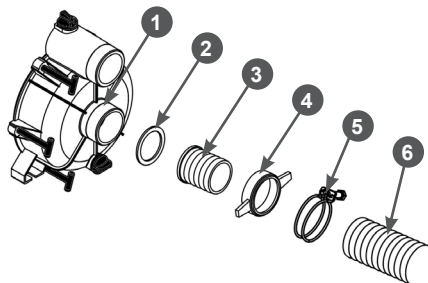

Рис. 11. Установка всасывающего рукава
3. Установите патрубок 3 через уплотнительное кольцо 2 к впускному (всасывающему) фланцу 1 насоса и плотно затяните гайку 4 патрубка (Рис. 11).
4. Наденьте до упора всасывающий рукав 6 на патрубок 3 и затяните его хомутом 5 (Рис. 11).